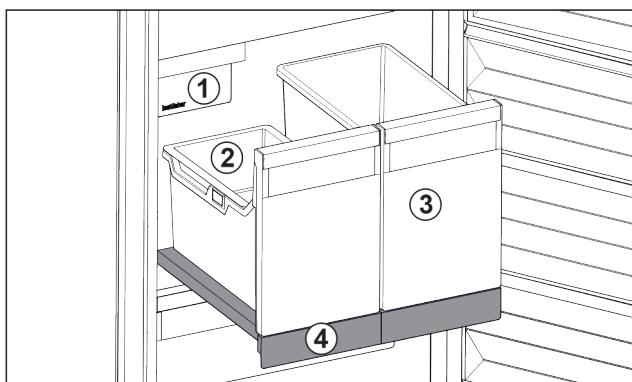

Fig. 83 Vysouvací příhrádka s IceTower
- (1) IceMaker
- (2) Závěsná miska pro kostky ledu
- (3) Nádoba např. pro pizzu, alkoholické nápoje
- (4) Vysouvací příhrádka
Na vysouvací příhrádce jsou dvě vysoké nádoby (IceTower). V nádobě Fig. 83 (2) se shromažďují a skladují kostky ledu z IceMaker. Nádoba Fig. 83 (3) se hodí pro skladování vysokých potravin jako pizzy nebo alkoholické nápoje.